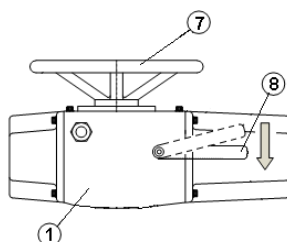

Figura 5.2: Accionamiento manual
Para accionar manualmente el sistema a través del volante (7), la palanca (8) debe ser movida hacia abajo, conforme es mostrado en la Figura 5.2.
Detalle de la Figura 5.2